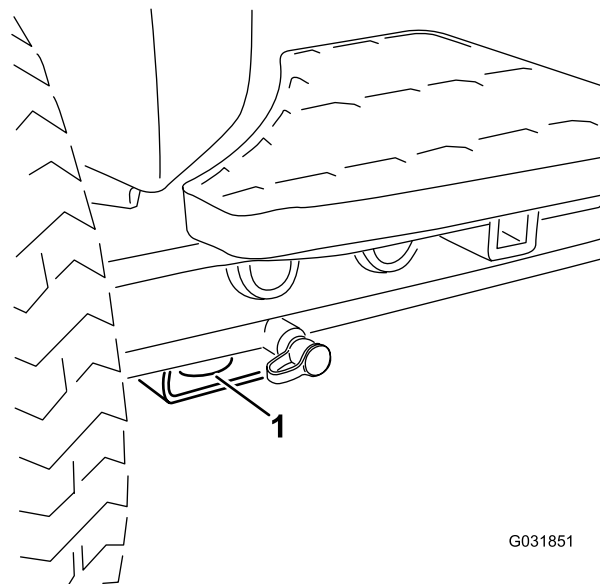

Bild 69
- Vorne: Loch im Rechteck unter dem Achsenrohr in jedem Vorderreifen (Bild 69)